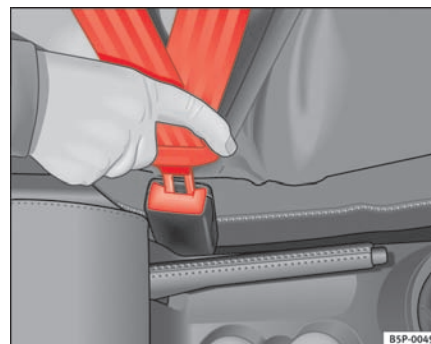

Fig. 11 Selelås og selens låsetap
- Stik låsetappen ind i den selelås, der hører til den pågældende siddeplads. Du skal kunne høre, at den går i hak ⇒ side 21, fig. 11.